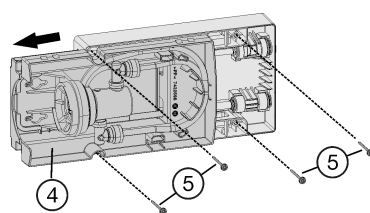

Fig. 57
- ▶ Extraiga el cajón *Fig. 57 (4)* hasta la posición de enclavamiento.
- ▶ Atornille el módulo con 4 tornillos *Fig. 57 (5)* en la parte delantera a través de las escotaduras y en la parte trasera directamente a través del módulo.